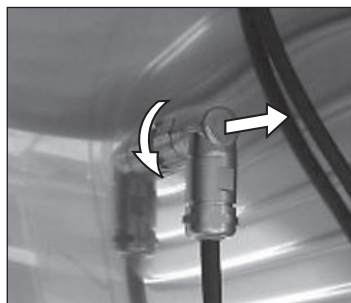

Bild 31 Lossa bajonettförslutningen och dra ur kontakten
2. Lossa anslutningsdonet från ljuskassetten i innerutrymmet. Vrid därefter bajonettförslutningen åt vänster och dra ur kontakten (Bild 31).
10. Anslut stickkontakten och lås den genom att vrida bajonettförslutningen åt höger (Bild 31).